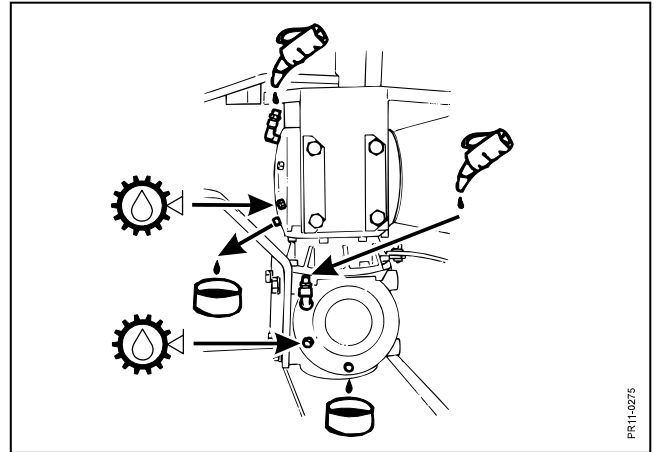

Fig. 4-8
- Fig. 4-8** Oljevolym: 0,6 l i den övre delen